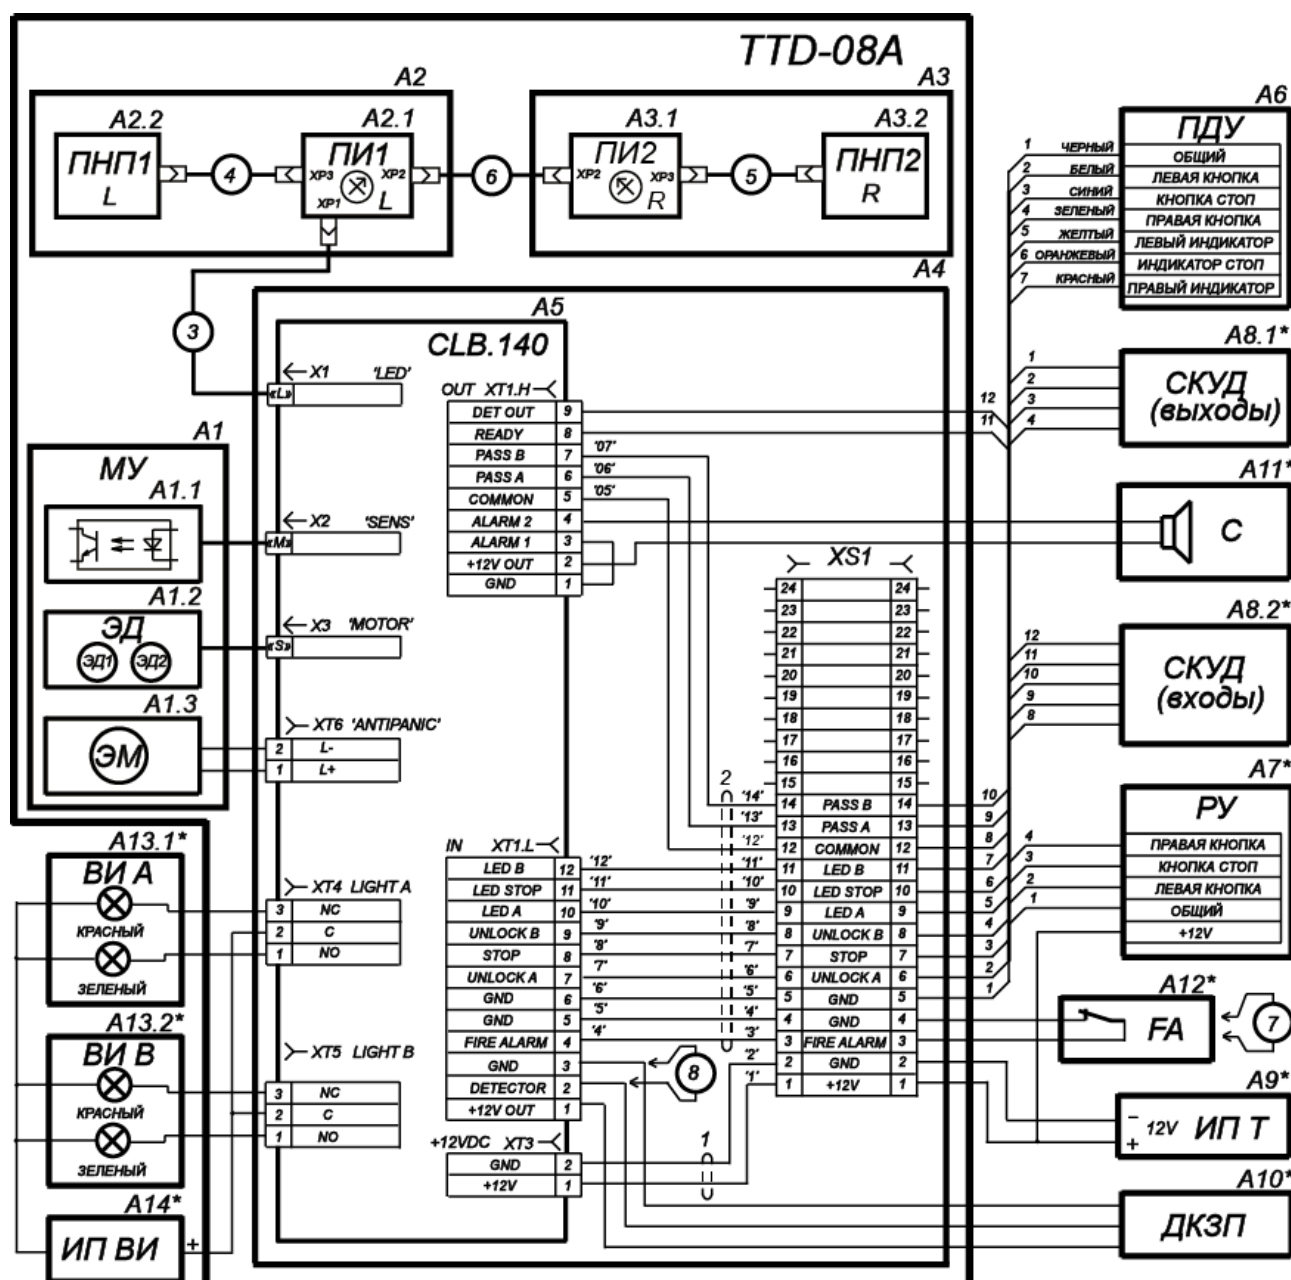
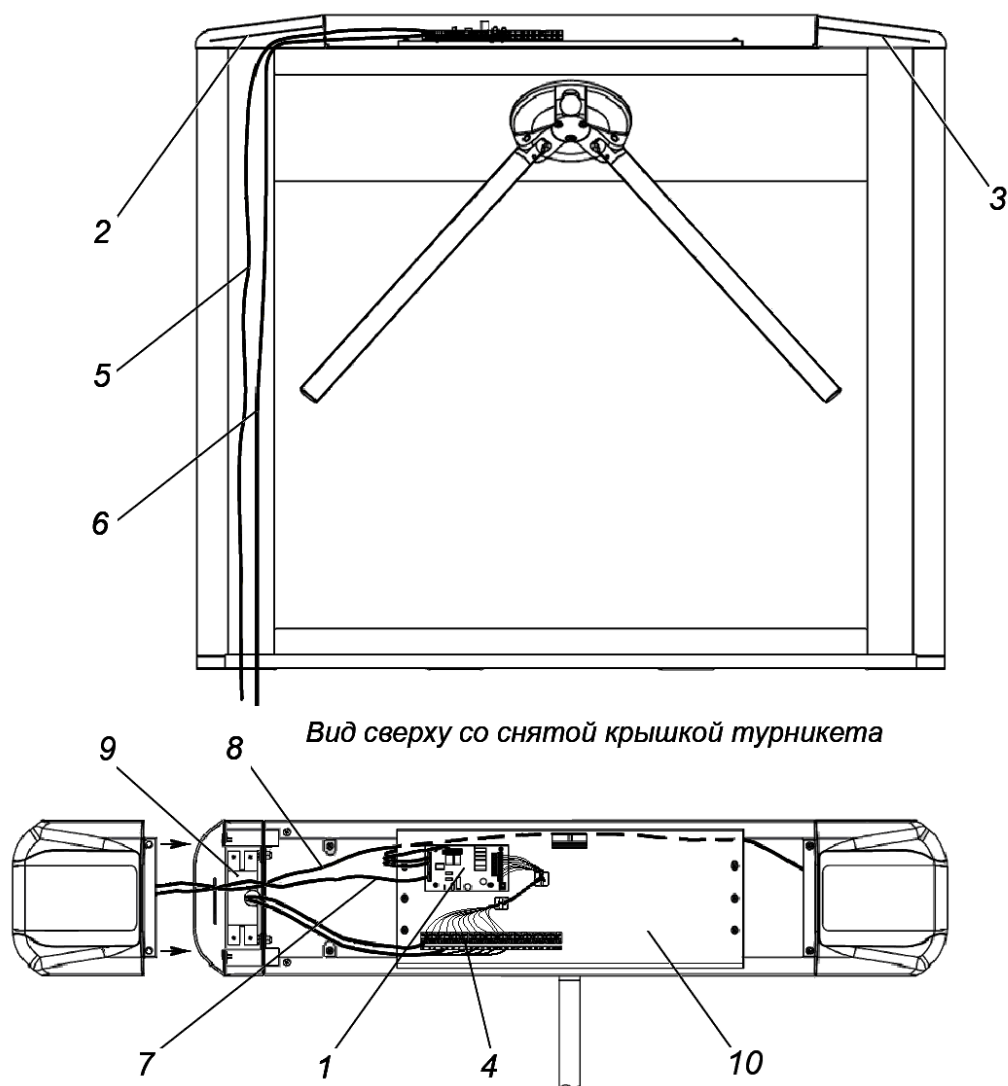
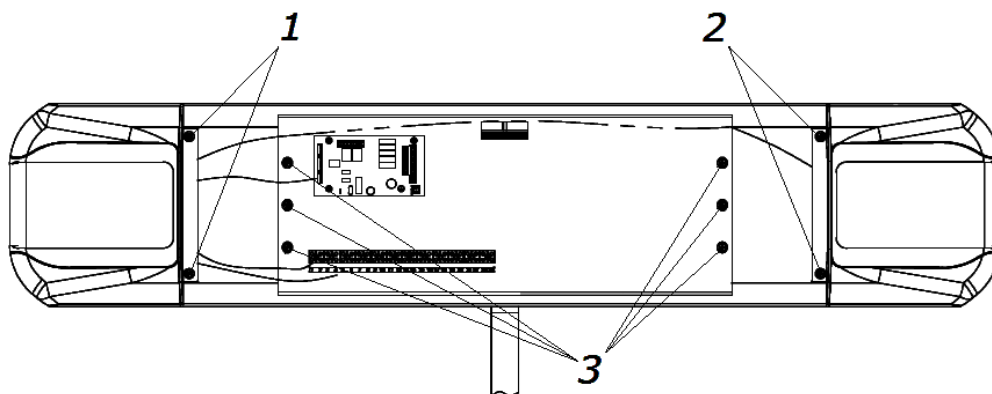

Рисунок 12. Схема соединений турникета и дополнительного оборудования¹
Рисунок 13. Схема прокладки кабелей в стойке турникета
Рисунок 15. Расположение крепежных винтов
4. При необходимости прокладки кабелей под поверхностью пола подготовьте в полу кабельный канал, подходящий к зоне ввода этих кабелей в стойку турникета. Прокладка кабелей внутри стойки показана на рис. 13.
6. Снимите крышку турникета (3) согласно разд. 6.
7. Демонтируйте стенку боковую (7) в сборе с крышкой (9). Для этого:
- Отверните два винта (2, рис. 15).
- Отведите стенку от стойки и отсоедините кабель, соединяющий платы индикации (8, рис. 13) от платы ПИ2, расположенной под крышкой.
8. Демонтируйте стенку (6) в сборе с крышкой (8). Для этого:
- Отверните два винта (1, рис. 15).
- Отведите стенку от стойки и отсоедините от платы индикации ПИ1 (расположена под крышкой) кабель (8, рис. 13), соединяющий платы индикации, и кабель индикации (7, рис. 13), идущий от платы управления.
10. Подключите кабель (13) от ИП к выносной клеммной колодке **XS1** (см. рис. 12).
11. Подключите кабель ПДУ (12) к выносной клеммной колодке **XS1**.
13. При необходимости установите контроллер СКУД на отведенное для этого место. Если позволяют габариты контроллера СКУД (не более 250×130×35 мм), то имеется возможность его установки внутри турникета под крышкой на основном кронштейне (10, рис. 13); для этого используйте фиксаторы на самоклеящихся площадках из комплекта поставки.
7 – кабель от платы управления к ПИ1 (кабель 3 на схеме рис. 12);
8 – кабель от ПИ1 к ПИ2 (кабель 6 на схеме рис. 12);
14. При необходимости произведите установку считывателей карт доступа на специальных кронштейнах на торцах стойки (9, рис. 13)
4. Снимите крышку (3) турникета в порядке, указанном в разд. 6 и положите ее на ровную устойчивую поверхность.
5. Для доступа к узлу вращения преграждающих планок турникета снимите кронштейн с платой управления и выносной клеммной колодкой. Для этого: выкрутите 6 винтов (3, рис. 15), фиксирующих кронштейн на стойке турникета, и аккуратно отведите кронштейн в сторону, не повредив подключенные кабели.